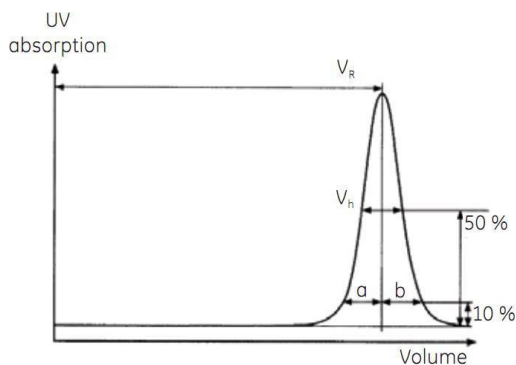

图 1. 柱效检测方法实例
如图 1 所示计算理论塔板数, 用如下公式:  $N/m = 5.54 (V_R/V_h)^2 \times 1000/L$
计算峰不对称系数 (AS) 公式如下:  $AS = b/a$  (如图 1 所示)